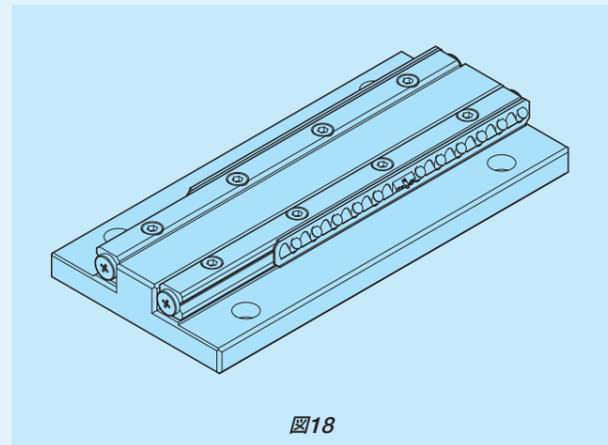

図18
- ・保持器付き円筒ころをベッド側軌道台のストローク端位置に配置します。（図18参照）